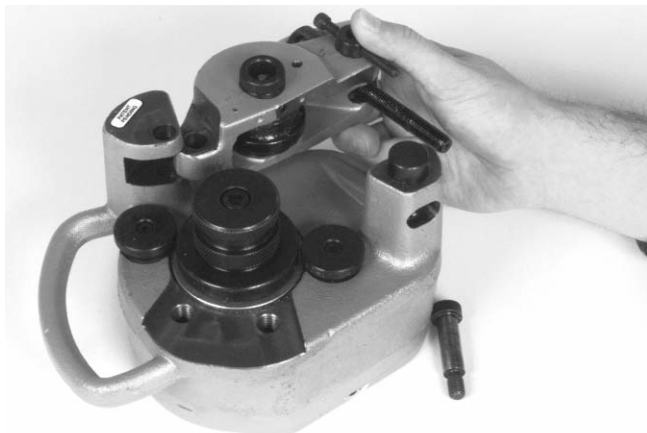

Figura 15 – Extracción del tornillo de alimentación
3. Gire el tornillo de alimentación hacia la izquierda hasta que se libere de la tuerca de pivote. Extraiga el brazo de reacción (Figura 15).